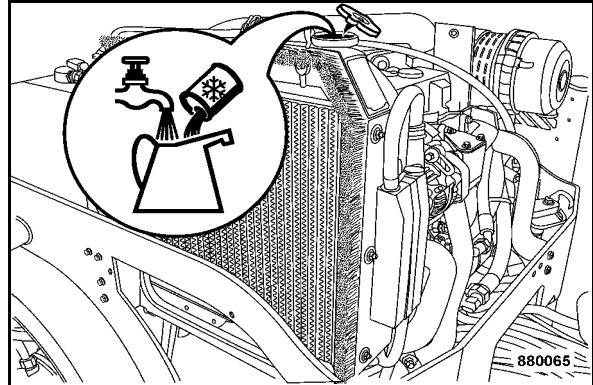

Fig. 175
- Remplir le liquide jusqu'au bord inférieur du goulot de remplissage (Fig. 175) .